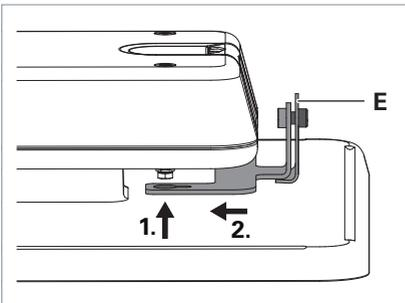

Fig. 10: Haltewinkel in Leuchte einhängen.
- ▶ Hängen Sie den Haltewinkel **E** in die Leuchte ein, siehe Fig. 10.